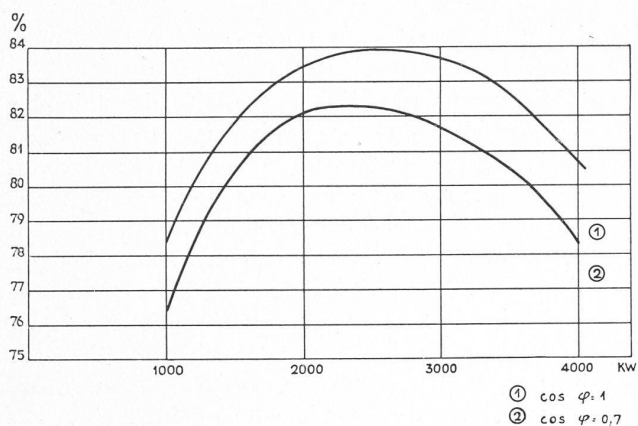

Fig. 29. — Rendement d'un groupe turbine-alternateur-transformateur.
*Rendement d'un groupe.* — La fig. 29 donne le rendement d'un groupe turbine alternateur-transformateur.